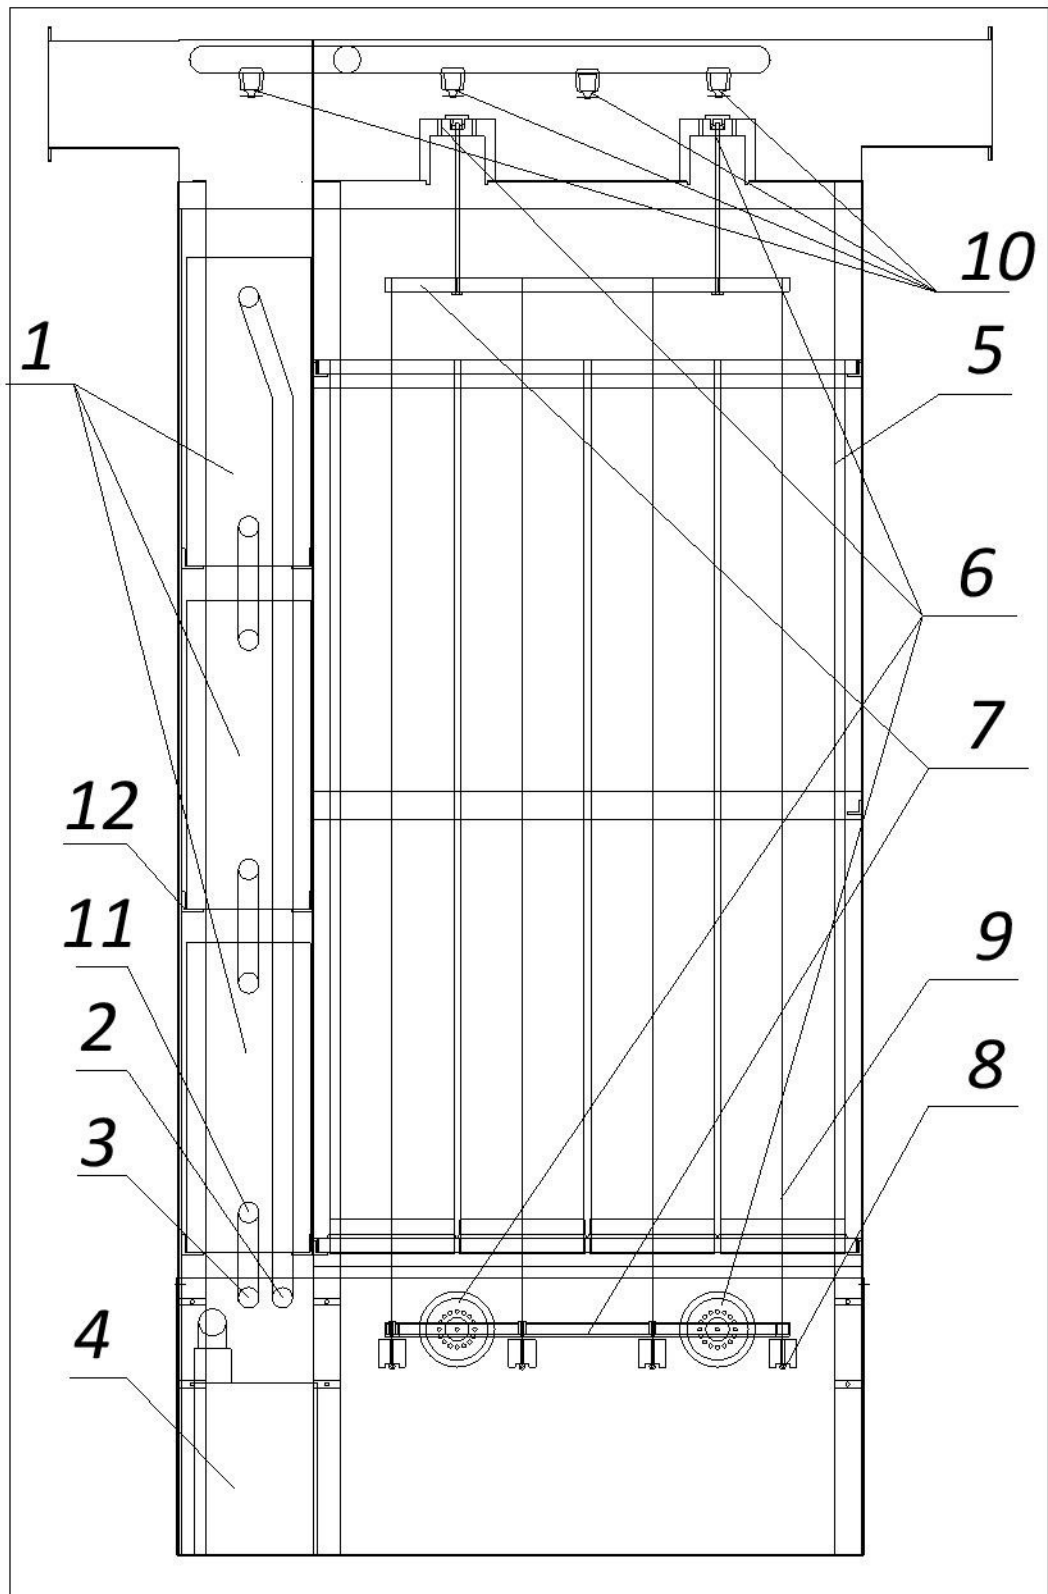

Рис. 6. Схема расположения обслуживаемых блоков Дымофилтра.
2. **Электростатический блок (ионизатор)** - не требует обслуживания по чистке и мойке, а только периодическая проверка 1 раз в месяц и внешним осмотром убедиться что коронирующие электроды (Рис. 5, поз.9 находятся в натянутом состоянии и отцентрованы в полости трубы (Рис. 6., поз.5). Если смещение электрода от центра к стенке трубы превышает 10мм, требуется его натяжение при помощи фиксатора коронирующего электрода (Рис. 6, поз.8).